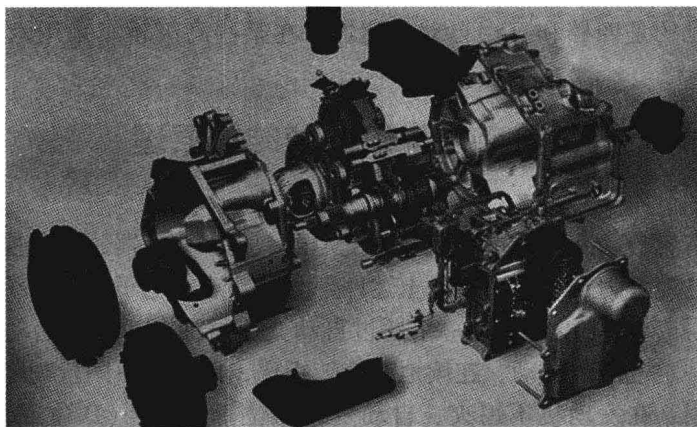

图 1-6 DSG 变速器结构
3) 直接换挡变速器 DSG。DSG (Direct Shift Gearbox) 变速器也称为 S-Tronic 变速器或者双离合变速器 (Double-clutch Gearbox)。其特殊的地方是采用两个离合器进行自动换挡, 比别的变速器换挡更快, 传递的转矩更大而且效率更高。大众汽车在 2002 年于德国沃尔夫斯堡首次向世界展示了这一技术创新。DSG 可以手动换挡也可以自动换挡, 它比传统的自动变速器易于控制也能传递更多功率, 但又比手动变速器反应更快。DSG 变速器结构见图 1-6。